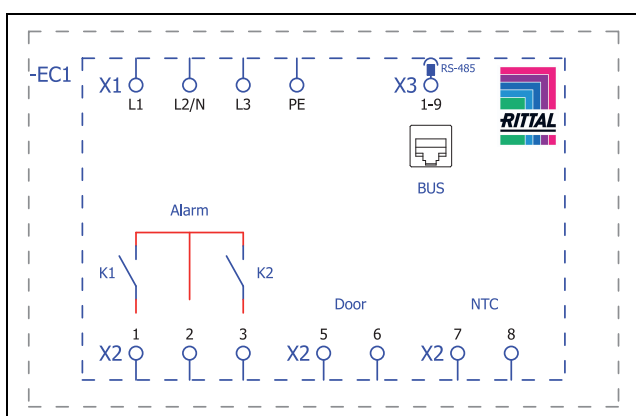
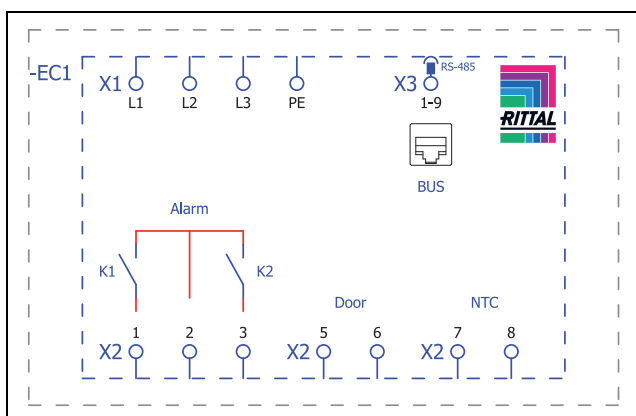

Fig. 37 : plan de connexion références SK 3485330, SK 3486330, SK 3487330
Fig. 38 : plan de connexion références SK 3488340, SK 3489340
- Sortir la fiche d'alimentation du sachet d'accessoires et établir l'alimentation du réseau conformément à l'identification correspondante des raccordements (fig. 37 ou fig. 38).